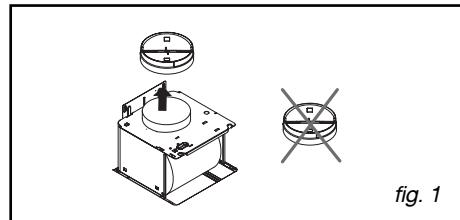

fig. 1
- Plocka bort backventilen (fig. 1).